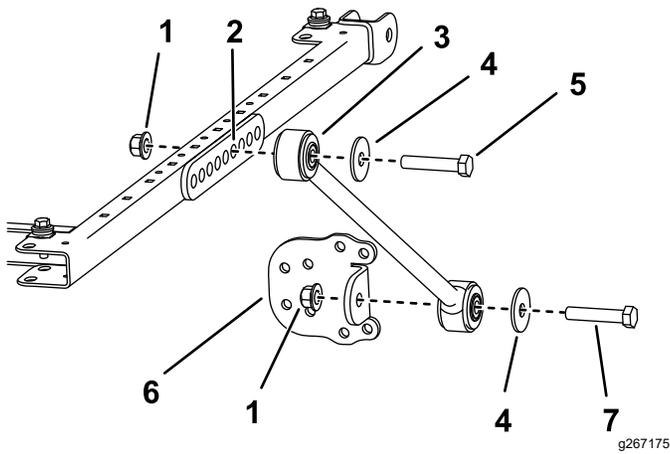

図 24
- サンシェードのフレームの左右それぞれの側で、ブラケット取り付け部の 6 番目の穴にブレースを仮止めするボルト 1/2 x 2 3/4"、ワッシャ 1/2"、フランジナット 1/2"を使用して 図 24 のように取り付ける。
10. 各ブレースに、ブレースブラケットを仮止めするボルト 1/2 x 2 1/2"、ワッシャ 1/2"、フランジナット 1/2" を使用し、図 24 のように取り付ける。